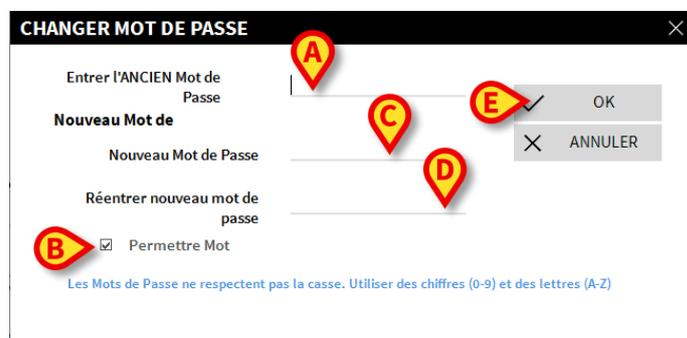

Fig 37
- Insérez le mot de passe actuel dans l'espace “**Entrer l'ANCIEN mot de passe**” (Fig 37 **A**).
- Vérifiez que la case “**Permettre mot de passe**” (Fig 37 B) est sélectionnée
- Insérez le nouveau mot de passe dans l'espace indiqué à la Fig 37 C
- Insérez à nouveau le nouveau mot de passe dans l'espace “**Re-Entrer nouveau mot de passe**” (Fig 37 D)
- Cliquez le bouton **Ok** (Fig 37 E)